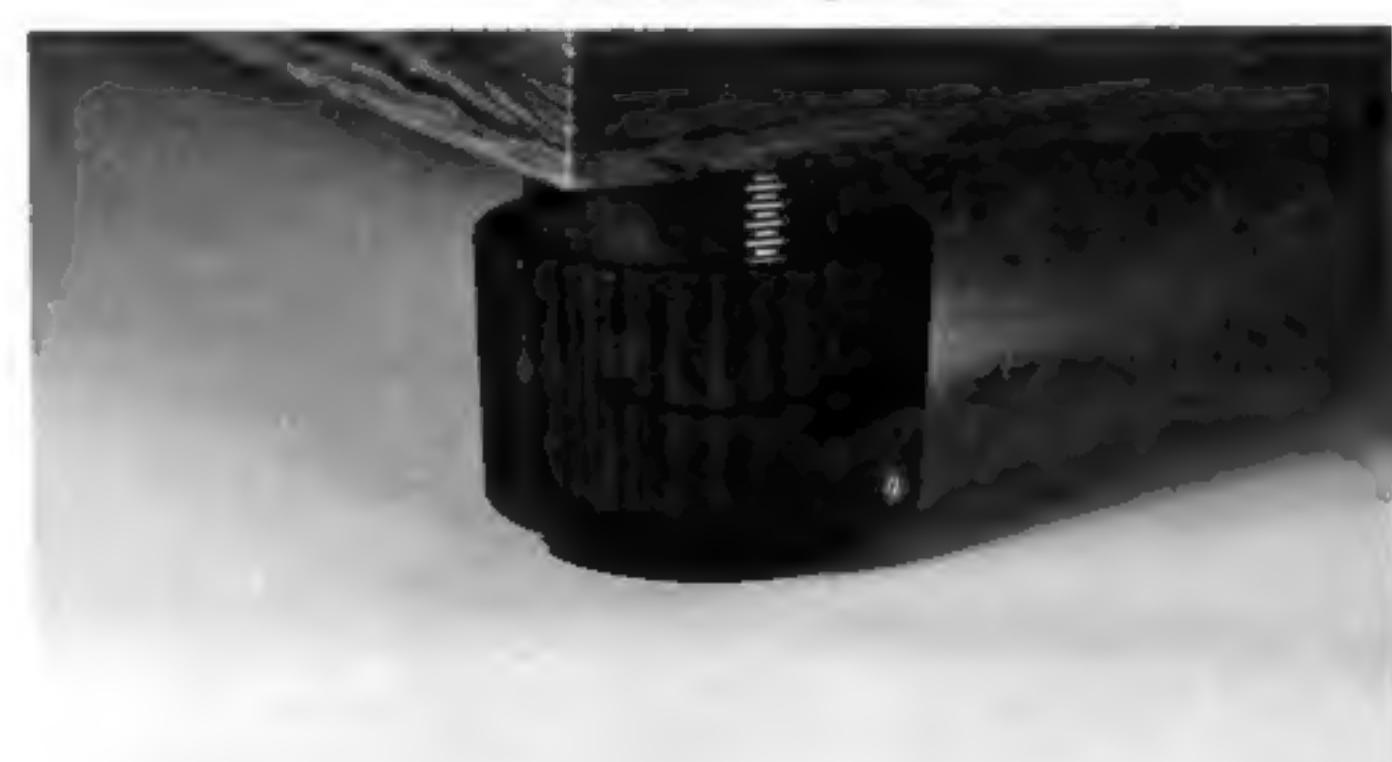

Fig. 5/Abb. 5
2. Four audio insulators are provided at the bottom of the unit so as to prevent howling (feed back whistle) from taking place. These insulators can be adjusted in height. Therefore, adjust their heights so that the unit is kept horizontal. If the insulators are turned in the direction of arrow shown in Fig. 5, the height of motor board is increased.
2. An der Unterseite des Laufwerkes befinden sich gummigelagerte, höhenverstellbare Gerätefüsse. Sie dienen dazu, dem Gerät Trittschallsicherheit zu geben und gewährleisten eine exakte horizontale Aufstellung. Die Justierung erfolgt durch Drehen, wie in Abb. 5 gezeigt.